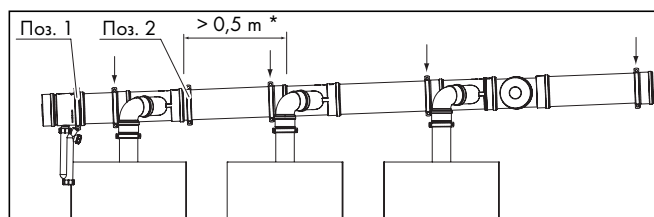
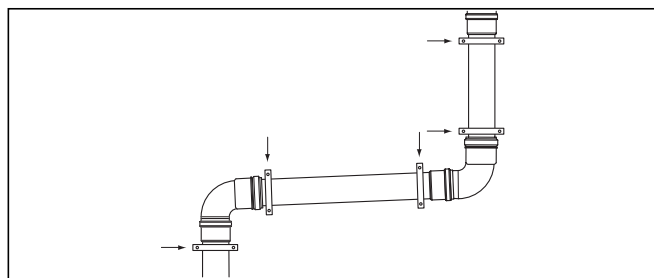

Рис. 4.17 Монтаж хомутов за удлинителями
Рис. 4.18 Монтаж хомутов за отводами
На один удлинитель всегда используйте один хомут непосредственно рядом с муфтой, см. рис. 4.17. После каждого отвода на удлинитель следует надевать дополнительный хомут, см. рис. 4.18.
* Если используемый удлинитель длиннее 0,5 м, следует использовать дополнительный хомут (поз. 2, рис. 4.17).